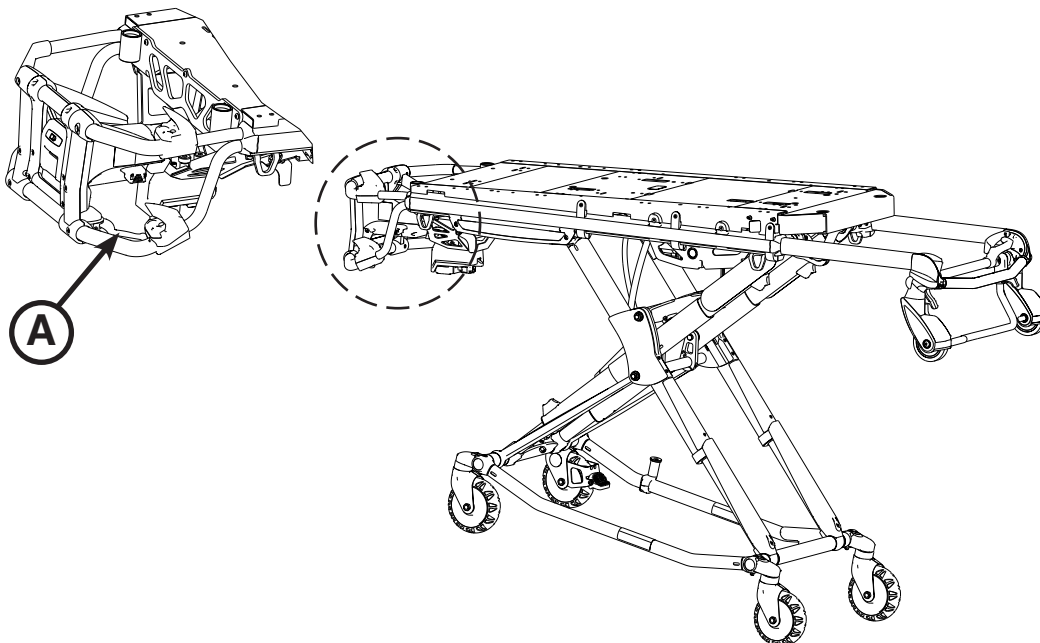

Figure 24 : Poignée de libération manuelle
La poignée de libération manuelle **rouge** (A) est située le long du côté gauche du patient, sur la barre de soulèvement inférieure de la civière, côté pieds, comme le montre la Figure 24.